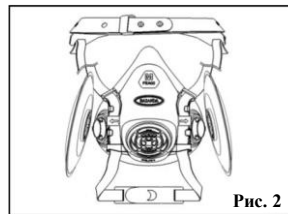

Рис. 2
1. Совместить крепление фильтра с креплением лицевой части и насадить фильтр на лицевую часть (Рис. 2)